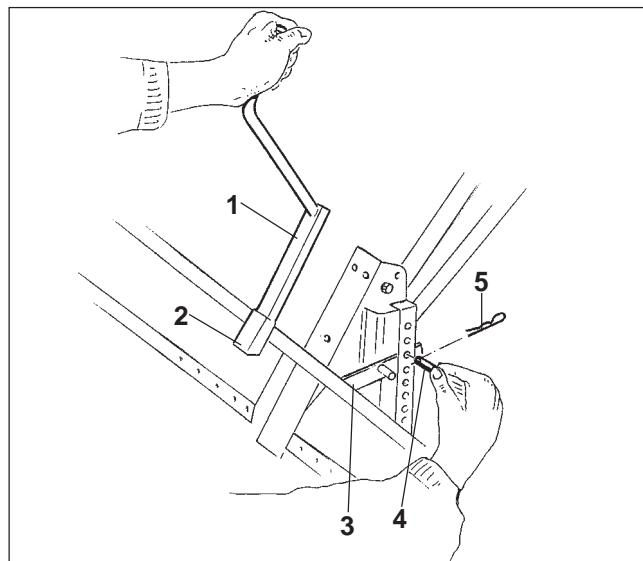

Рис. 11.6
- Кривошипную рукоятку для проворачивания высевающих аппаратов (Рис. 11.6/1) вставить в крепление (Рис. 11.6/2) выравнивателя типа "экзакт" и вдавить вниз до упора (Рис. 11.6/3). Вставьте палец (Рис. 11.6/4) в отверстие сверху упора (Рис. 11.6/3) и зафиксируйте пружинным зажимом (Рис. 11.6/5). Чем глубже отверстие, в которое будет вставлен палец, тем выше будет давление выравнивателя типа "экзакт".
- Снимите кривошипную рукоятку для проворачивания высевающих аппаратов (Рис. 11.6/1). Упор (Рис. 11.6/3) выравнивателя типа "экзакт" теперь лежит непосредственно на пальце (Рис. 11.6/4).